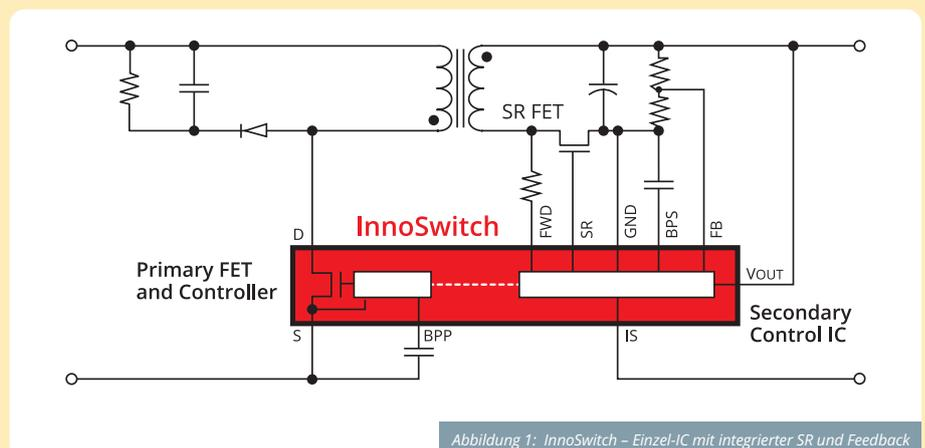

Abbildung 1: InnoSwitch – Einzel-IC mit integrierter SR und Feedback
Dies soll sich jedoch mit der neuen InnoSwitch™-Chipfamilie von POWER INTEGRATIONS bald ändern. Zum ersten mal steht Nutzern ein gegen Shoot-through-sicheres Design mit der Einfachheit eines einzigen integrierten Schaltkreises (IC) (Abbildung 1) zur Verfügung, welcher sowohl den primären als auch den sekundären FET vollständig steuert, statt zweier separater Primär- und Sekundärcontroller-IC mit optogekoppelter sekundärseitiger Regelung (SSR). Dieser einzige IC umfasst auch eine Kommunikationsverbindung mit sehr hoher Bandbreite namens Fluxlink™ zwischen den primären und sekundären Controllern. Diese digitale High-Speed-Kommunikationsverbindung ist über eine magnetische Kopplung ohne Magnetkerne im Gehäuse integriert. Das zur Herstellung des IC-Gehäuses verwendete Material bleibt jedoch gleich. Der Sekundärcontroller